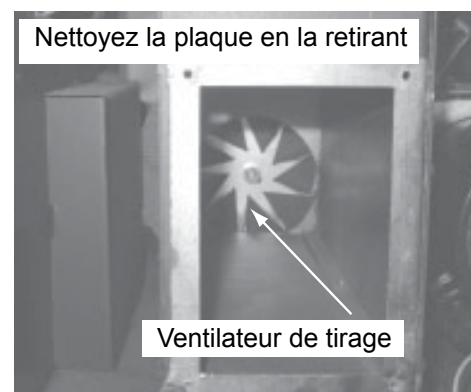

Figure 34.4
- c. Utilisez un petit aspirateur pour nettoyer la zone. **Figure 34.4**